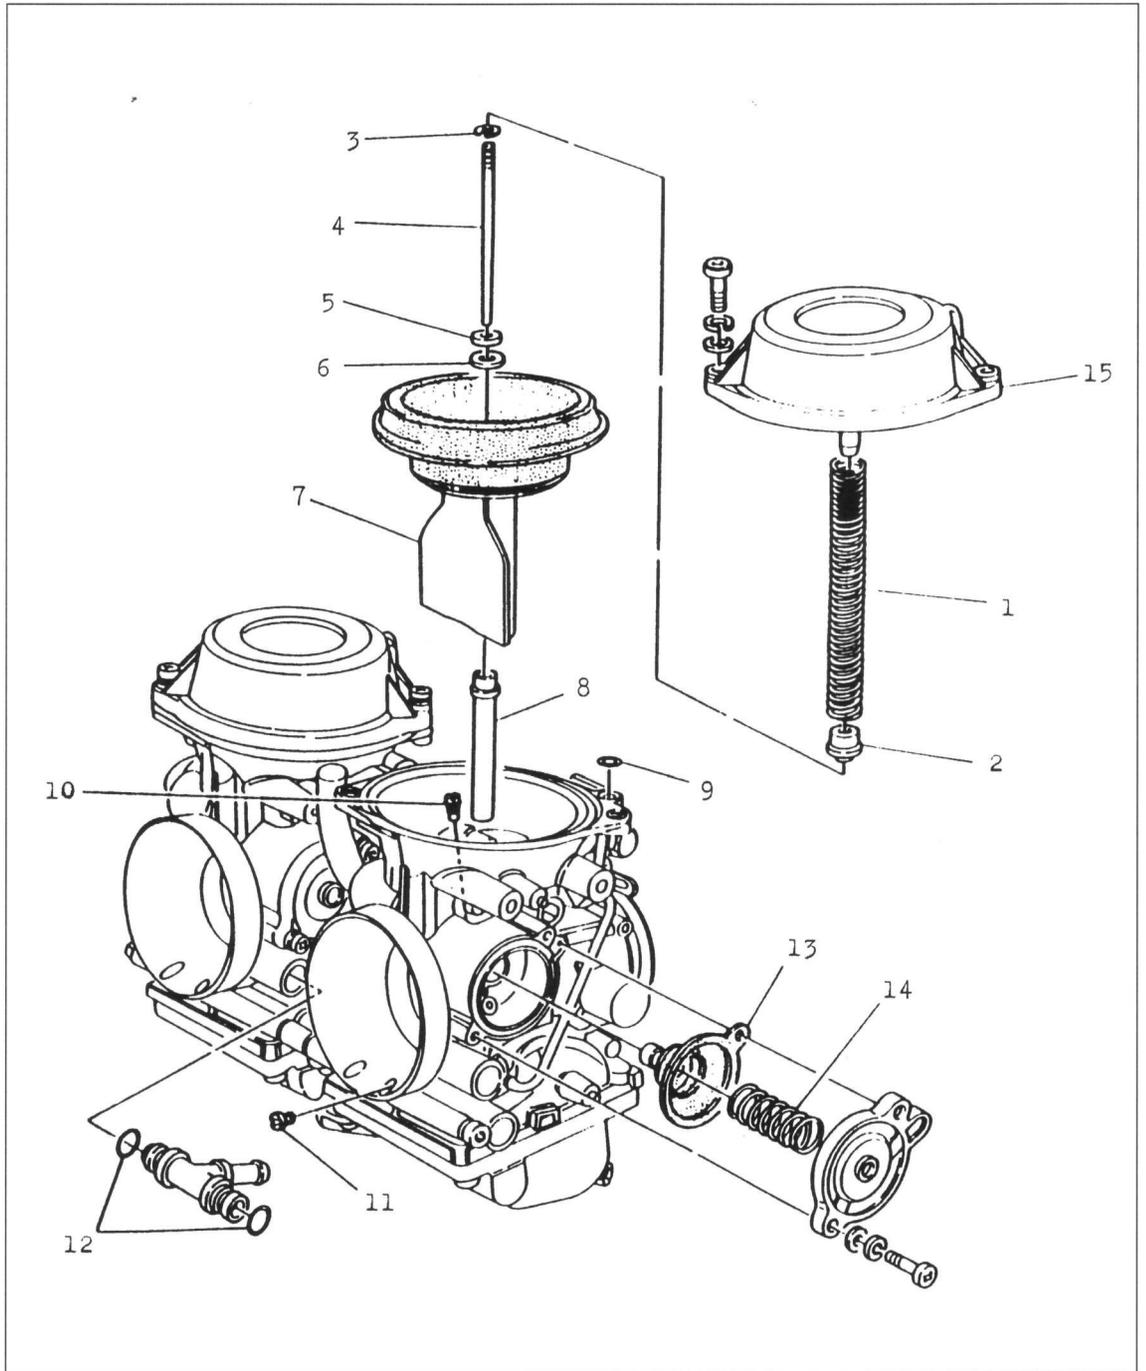

Bild 67
- Nadeldüse ⑧ Bild 67 von Hand nach oben ausdrücken.
- Düsennadel mit Scheibe und Feder (Klammer bei M 600/750: dritte Kerbe; M 900: vierte Kerbe) in Unterdruckkolben einsetzen (Bild 67).
- Es folgt Pfropfen/Federsitz  Bild 67. Feder und Kolben in Gehäuse einsetzen.